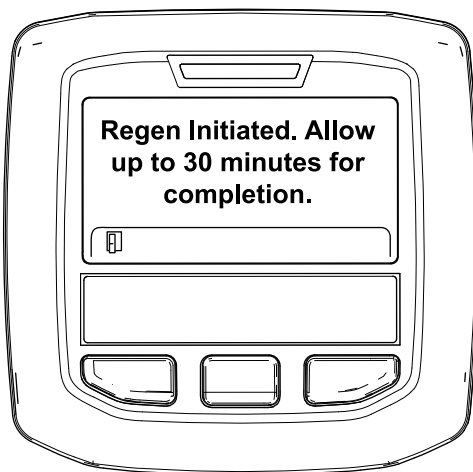

Figura 37
- Se la rigenerazione è consentita, nell'InfoCenter viene visualizzato il messaggio "Regen Initiated. Allow up to 30 minutes for completion" (Rigen. iniziata. Attendere fino a 30 minuti per il completamento), attendete il completamento del processo di rigenerazione parcheggiata da parte della macchina (Figura 37).